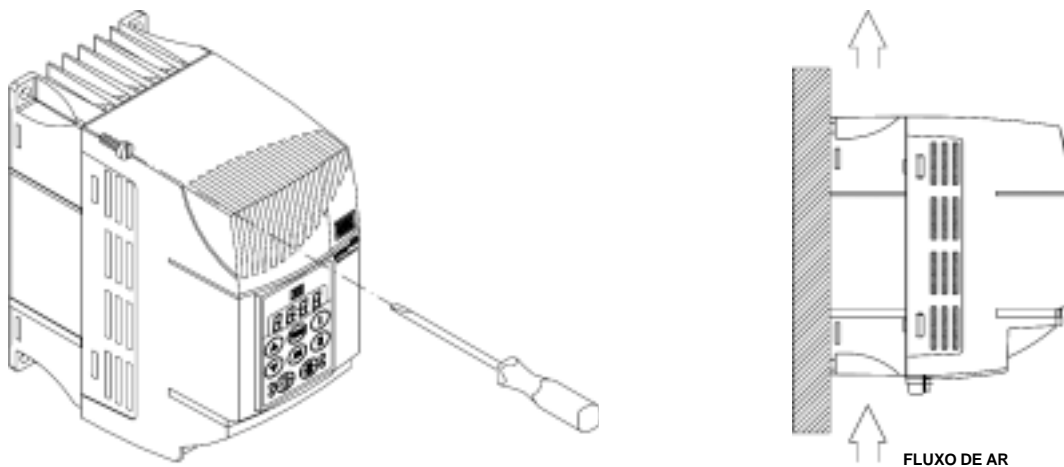

Figura 3.3 - Procedimento de instalação do CFW-08
- ☑ Ver figura 3.3 para procedimento de instalação do CFW-08.